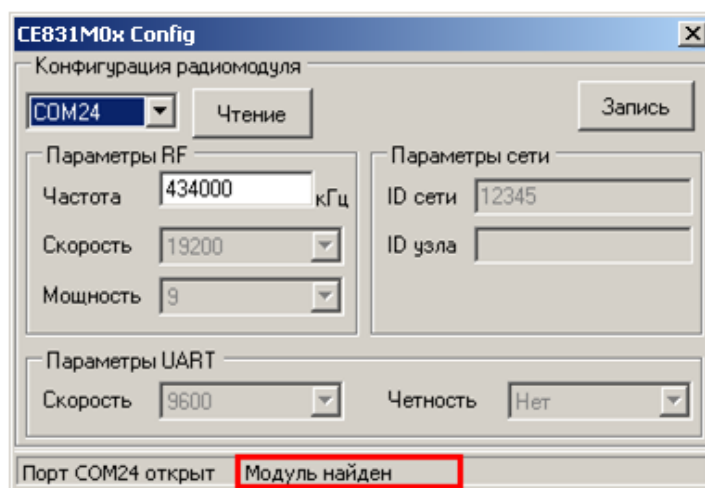

Рисунок 38 – Строка статуса после установления связи с радиомодулем
5.3.3.4.14 Подать питание на счетчик, при этом в строке статуса должна появиться надпись «Модуль найден» (рисунок 38). В случае если модуль не найден, проверить правильность подключения модуля к ПК, отключить питание счетчика и повторно подать.
5.3.3.4.15 После того, как связь с радиомодулем счетчика установлена, частоту радиоканала радиомодуля можно изменить (если требуется). Для этого необходимо ввести новое значение частоты в соответствующее поле ввода (см. рисунок 38).